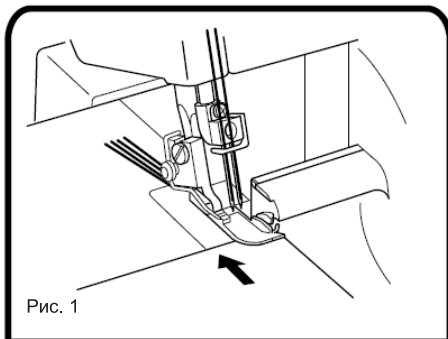

Рис. 1
1. Переведите ручку штифта ширины шва в стандартное положение, чтобы сдвинуть штифт ширины шва в намеченное положение (Рис. 1).
3. Опустите прижимную лапку (Рис. 1).